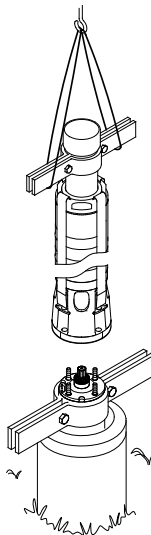

Abb. 16 Anheben der Pumpe in die richtige Position
- Die Pumpeneinheit mithilfe der am Steigrohr befestigten Rohrschellen anheben. Siehe Abb. 16.